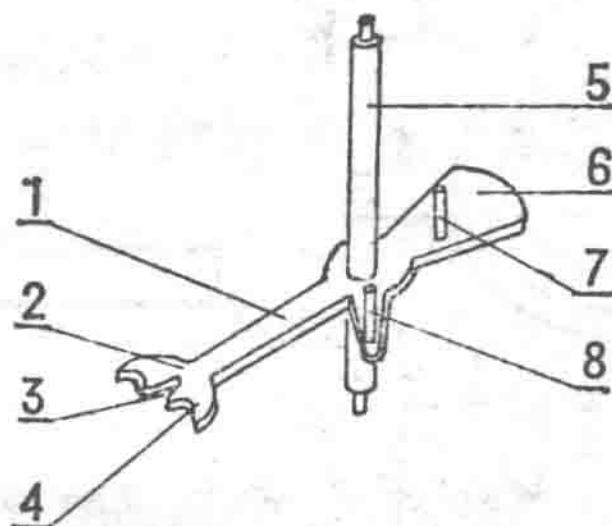

图2-5 擒纵叉
**擒纵叉**(图2-5)：它的各部位名称见图。在工作时，擒纵轮齿将从进叉销上冲入，再从出叉销上冲出。